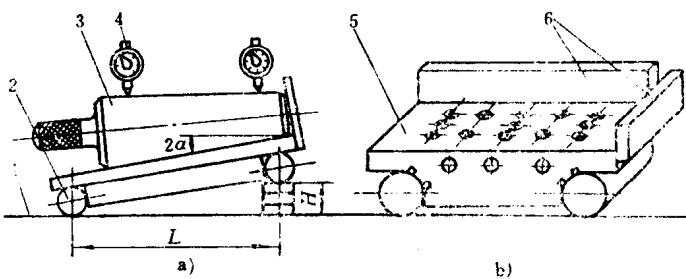

图 2-4
6. 正弦规 正弦规是根据正弦函数的原理，进行间接测量或加工精密工件角度所用的量具，见图2-4。在镗加工中，正弦规应用是较为广泛的，所以，更应学会熟练运用。